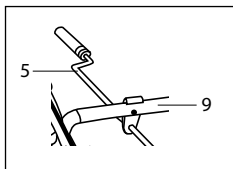

рис. 6
Установите ручку (5) в держатель на средней стойке (9), ручка должна быть расположена прямо, а ее захват обращен вверх (рис. 6).